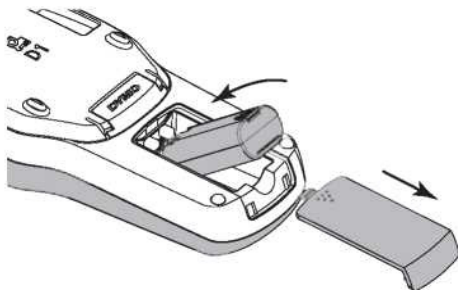

Рисунок 2
- 1 Выдвиньте крышку батарейного отсека ленточного принтера. См. рис. 2.
- 2 Выдвиньте крышку батарейного отсека ленточного принтера. См. рис. 2.